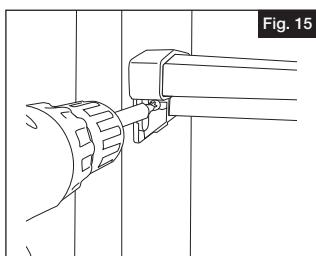

Fig. 15
Fixer la traverse supérieure aux supports de montage à l'aide des vis de blocage (J), comme indiqué à la figure 15.